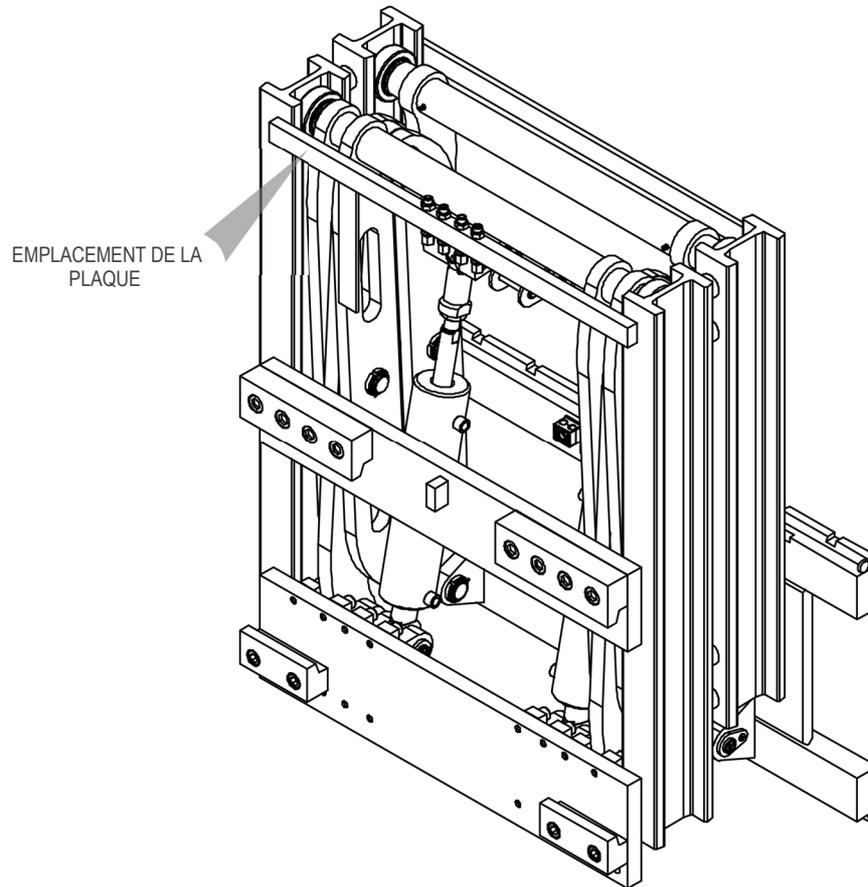

Figure 1
Tous les équipements A.T.I.B. - «EXTENSEUR FOURCHES TYPE 600» sont identifiées par une plaquette adhésive (voir *Tableau 1*) placée sur l'équipement (voir *Figure 1*, la position de la plaquette signalétique peut varier en fonction de l'équipement). Toujours se référer au numéro de série.
5. Pour la manutention, utiliser des courroies ou des chaînes correctement dimensionnées par rapport au poids de l'équipement indiqué sur la plaque signalétique (voir *Figure 1* et *Tableau 1* à la page 5).
9. Connecter le circuit hydraulique, en s'assurant que la pression de service des tuyaux est supérieure ou égale à celle indiquée sur la plaque signalétique (voir *Figure 1* et le *Tableau 1* à la page 5).